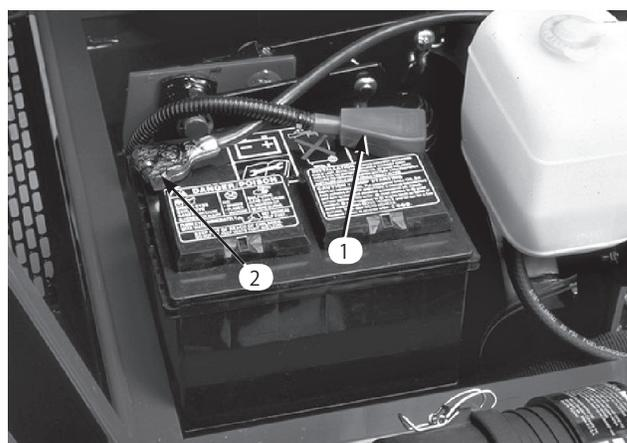

図2
2. バッテリーが確実に固定されていることを確認し、比重計で充電状態を点検する。充電が必要な場合は、少なくとも一方のケーブル（できれば+側）をはずして充電を行う（図2）。
3. 赤いプラス・ケーブルをバッテリーのプラス端子に取り付け、ナットでしっかりと固定する（図2）。
4. 外されている場合は、黒い（-）ケーブルをバッテリーの（-）端子にナットで確実に固定する（図2）。